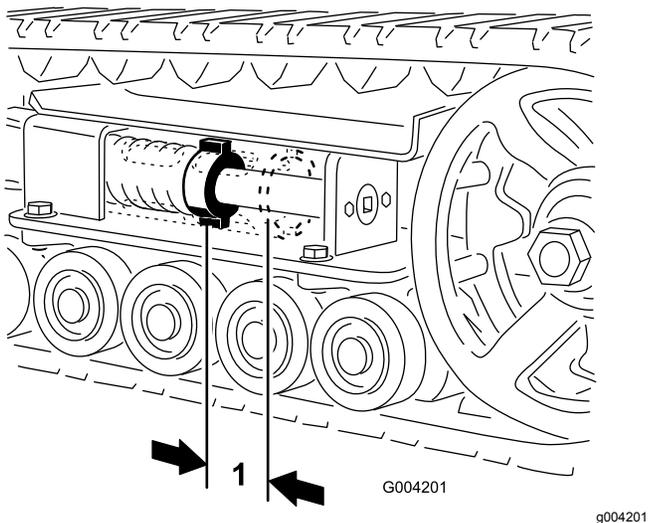

Рисунок 44
Между натяжной гайкой и задней стороной натяжной трубы должен быть зазор 7 см (Рисунок 44). Если это не так, отрегулируйте натяжение гусеницы, используя следующую процедуру:
5. Используя ключ с храповым механизмом на  $\frac{1}{2}$  дюйма, поворачивайте натяжной винт против часовой стрелки до тех пор, пока расстояние между натяжной гайкой и задней стороной натяжной трубы (Рисунок 44) не станет равным 7 см.
натяжной трубы (Рисунок 44) не станет равным 7 см.
- Поворачивайте натяжной винт против часовой стрелки до тех пор, пока расстояние между натяжной гайкой и задней стороной натяжной трубы (Рисунок 44) не станет равным 7 см.